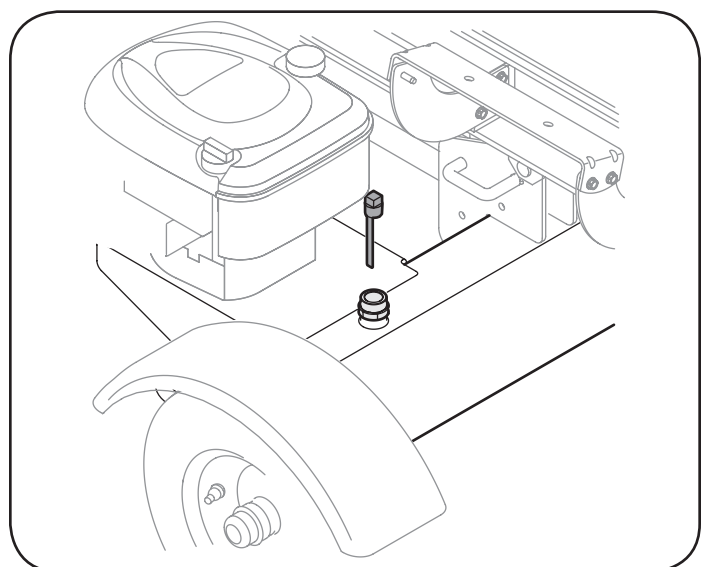

Figura 3-6
- Quite la varilla de aceite de depósito expresada, que es localizada delante del motor sobre la cima del tanque de depósito. Ver la Figura 3-6.
- Compruebe el nivel fluido que usa la varilla de aceite. Ver la Figura 3-6.